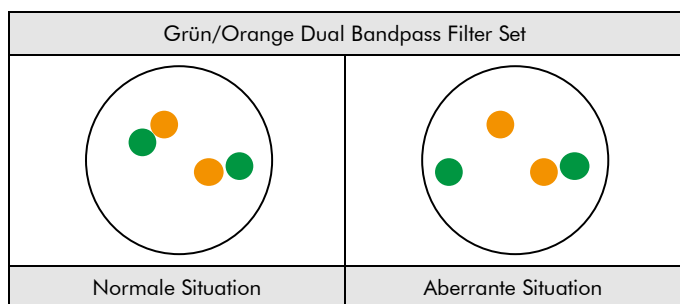

Abb. 2: Zu erwartende Ergebnisse in normalen und aberranten Zellkernen
**Normale Situation:** In Interphasen von normalen Zellen oder Zellen ohne eine Translokation der BCL2-Genregion erscheinen zwei grün/orange Fusions-signale (siehe Abb. 2).
**Aberrante Situation:** Eine von einer Translokation betroffene BCL2-Genregion wird durch ein separates grünes Signal und ein separates oranges Signal gekennzeichnet (siehe Abb. 2).